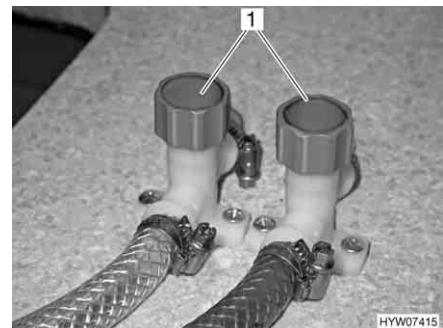
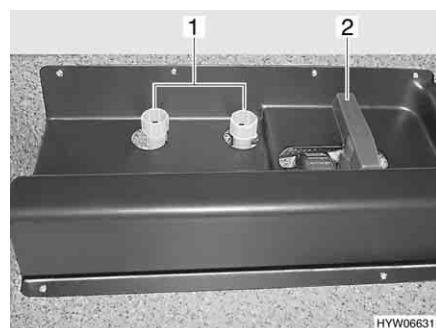

Bild 207 Ablasshähne bei Modellen
Bild 208 Ablasshähne bei Modellen mit
- Ablasshähne schließen. Dazu die Kappen (Bild 207,1 bzw. Bild 208,1) im Uhrzeigersinn zudrehen bzw. den Kippehebel waagrecht stellen. Der Einbauort des Sicherheits-/Ablassventils (Truma) und der Ablasshähne ist in der Tabelle "Lage der Ablasshähne und des Sicherheits-/Ablassventils" am Ende dieses Kapitels aufgelistet.